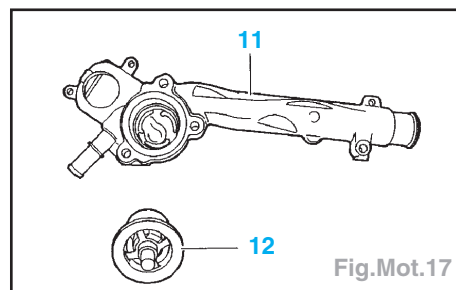

Fig.Mot.17
- écarter la patte de fixation (6)
- la vis (7)
- désaccoupler la durit (9) et le tube (8)
- les vis (10).
- Ecarter le boîtier (11) et déposer le thermostat (12) (Fig.Mot.17).